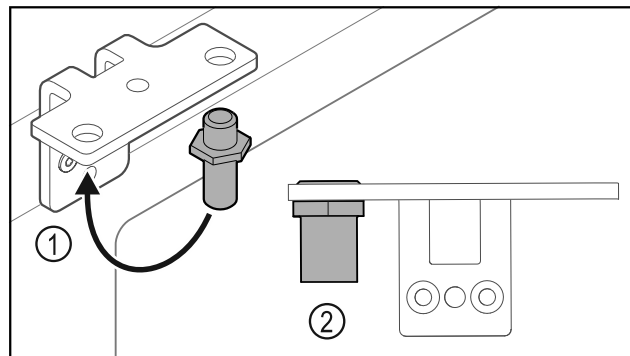

Fig. 24
- Μεταφέρετε τον πείρο Fig. 24 (1) στη γωνία μεντεσέ.
- Σφίξτε τον πείρο Fig. 24 (2) με ροπή 12 Nm.